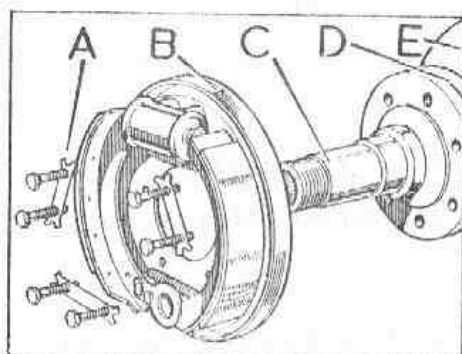

Fig. F-13 Placa de anclaje y mangueta
- 2.2. Desmontar el conjunto del plato de anclaje, B, (Fig. F-13) y retirar la mangueta, C.
- 3.1. Cubrir con grasa las dos caras de la junta, D (Fig. F-13), y colocarla en su sitio, sobre la cara posterior de la mangueta.